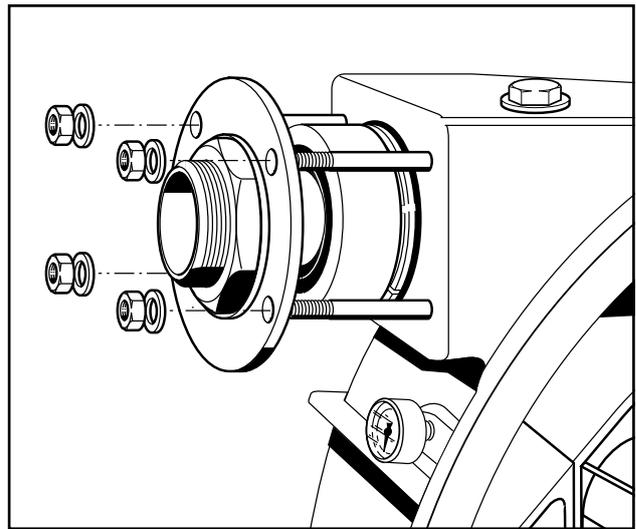

Fig. 14 Démontage des raccorde
5. Dévisser complètement les deux raccords, ainsi que la bride et écrous à six pans creux du carter de la pompe (Fig. 14) et retirer les deux raccords du tuyau.